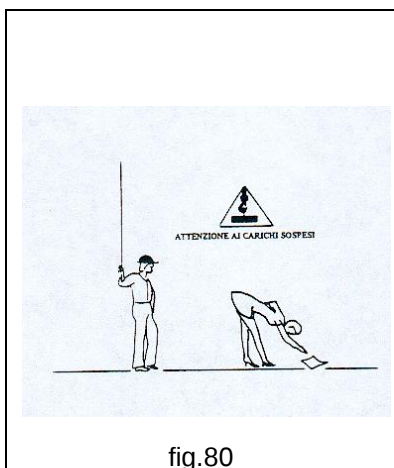

fig.80
- **NE JAMAIS** opérer sans être totalement attentif durant le levage, la rotation et la translation (fig.80).